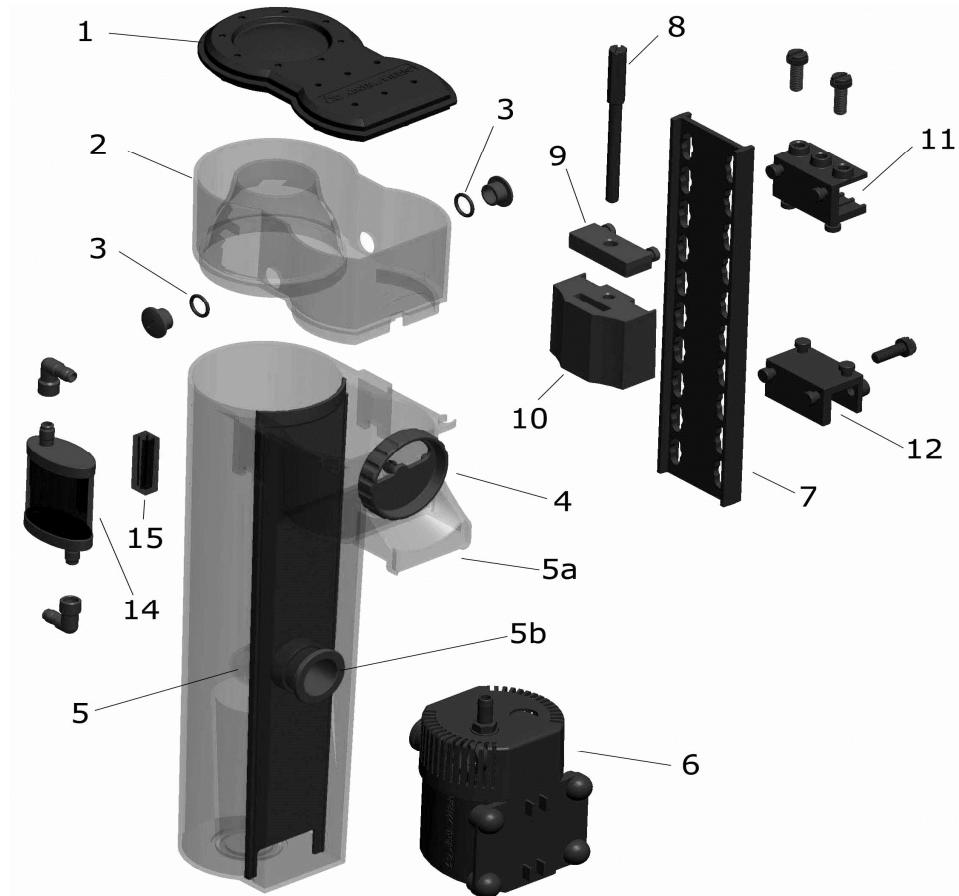

Fig. 1: Turboflotor Black 500
Prima di tutto, lo schiumatoio deve essere assemblato come rappresentato in fig. 1. Può facilmente essere montato sulla parete dell'acquario o un supporto in vetro utilizzando l'unità di sostegno. Un luogo ideale per il montaggio può essere anche sul lato posteriore poiché bene accessibile ma protetto. La pompa viene fissata con il raccordo (5b) allo schiumatoio, la connessione del cavo elettrico rivolta verso il basso, e il tubo dell'aria verso l'alto per unirsi al silenziatore (14). Il silenziatore può essere attaccato al raccoglitore della schiuma o su un vetro dell'acquario utilizzando l'unità di sostegno (15). Per fare ciò, togliere la pellicola di plastica protettiva dal nastro. La superficie adesiva deve essere pulita e priva di grasso.